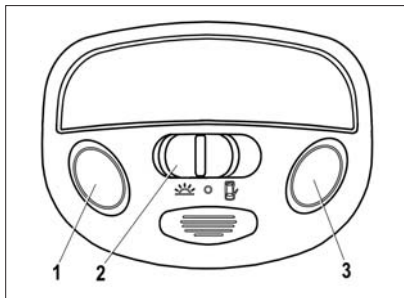

Рис. 186. Блок освещения салона
**В варианном исполнении** вместо плафона устанавливается блок освещения салона (рис. 186), который включает в себя секции индивидуального освещения мест водителя и переднего пассажира, и секцию общего освещения салона. Левая и правая секции индивидуального освещения включаются/выключаются нажатием на левую 1 или правую 3 кнопки соответственно.